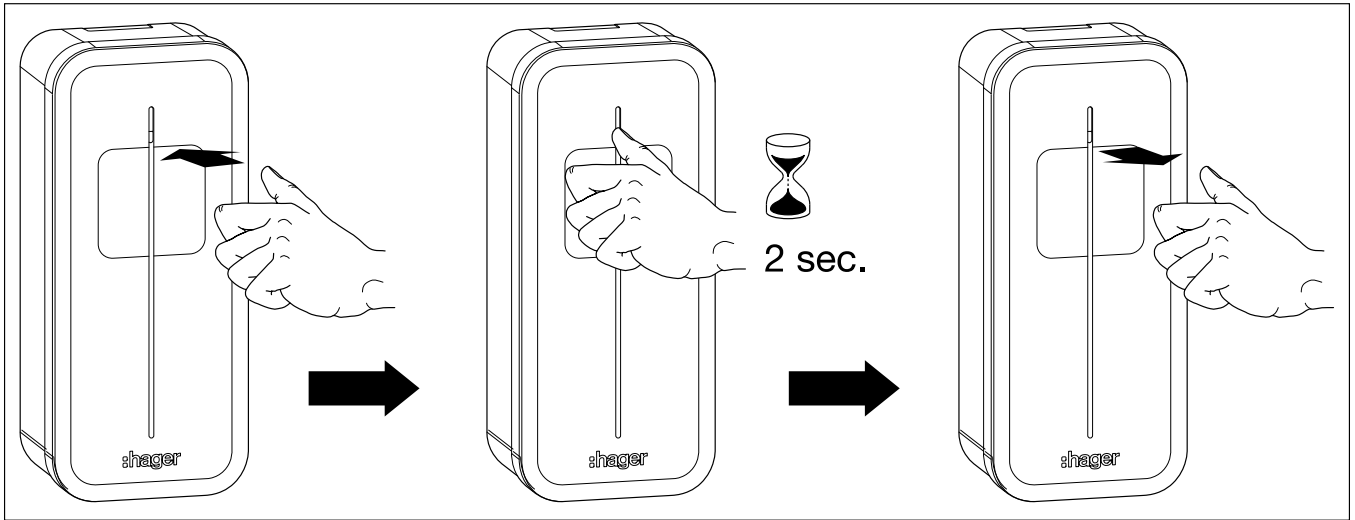

Fig. 32: Acelerar el proceso de carga en la estación de recarga
- Presione y mantenga pulsada la tecla táctil con el pulgar durante unos 2 segundos (contacto magnético) y suéltela de nuevo (fig. 32).